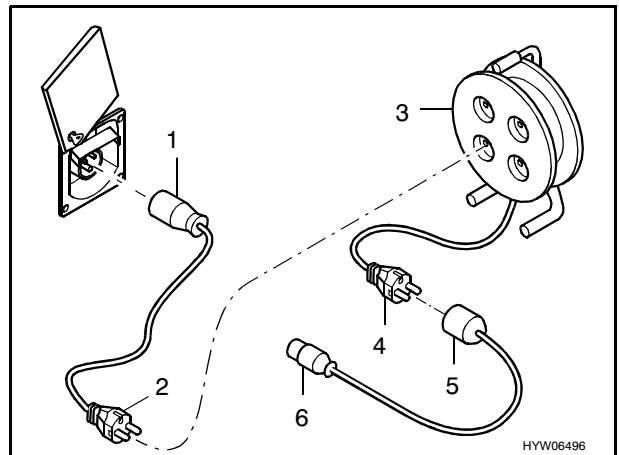

Fig. 130 Possibilità di collegamento per il collegamento a 230 V
- Ribaltare in alto la copertura (Fig. 130).
Giunto di collegamento CEE 17 con contatto di terra (Fig. 130,1) – spina con contatto di terra (Fig. 130,2).
presa con contatto di terra (Fig. 130,3) – spina con contatto di terra (Fig. 130,4).
Giunto di collegamento con contatto di terra (Fig. 130,5) – spina CEE 17 con contatto di terra (Fig. 130,6).